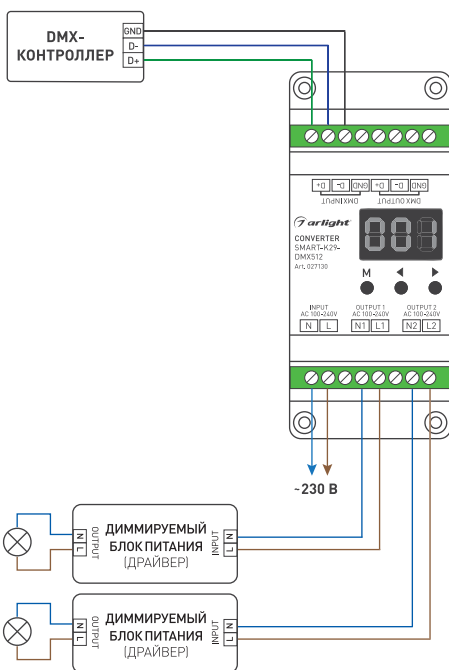

Рисунок 1. Подключение конвертера SMART-K29-DMX
- 3.2. Подключите конвертер согласно схеме (рисунок 1).